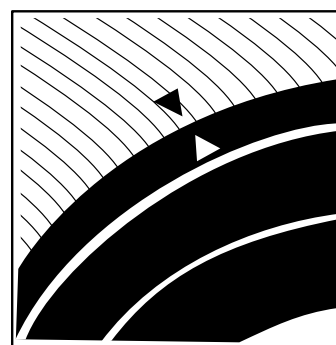

Figure 33
3. Tournez le déflecteur en avant, en alignant la flèche située à l'arrière sur celle située sur le carénage (Figure 33).